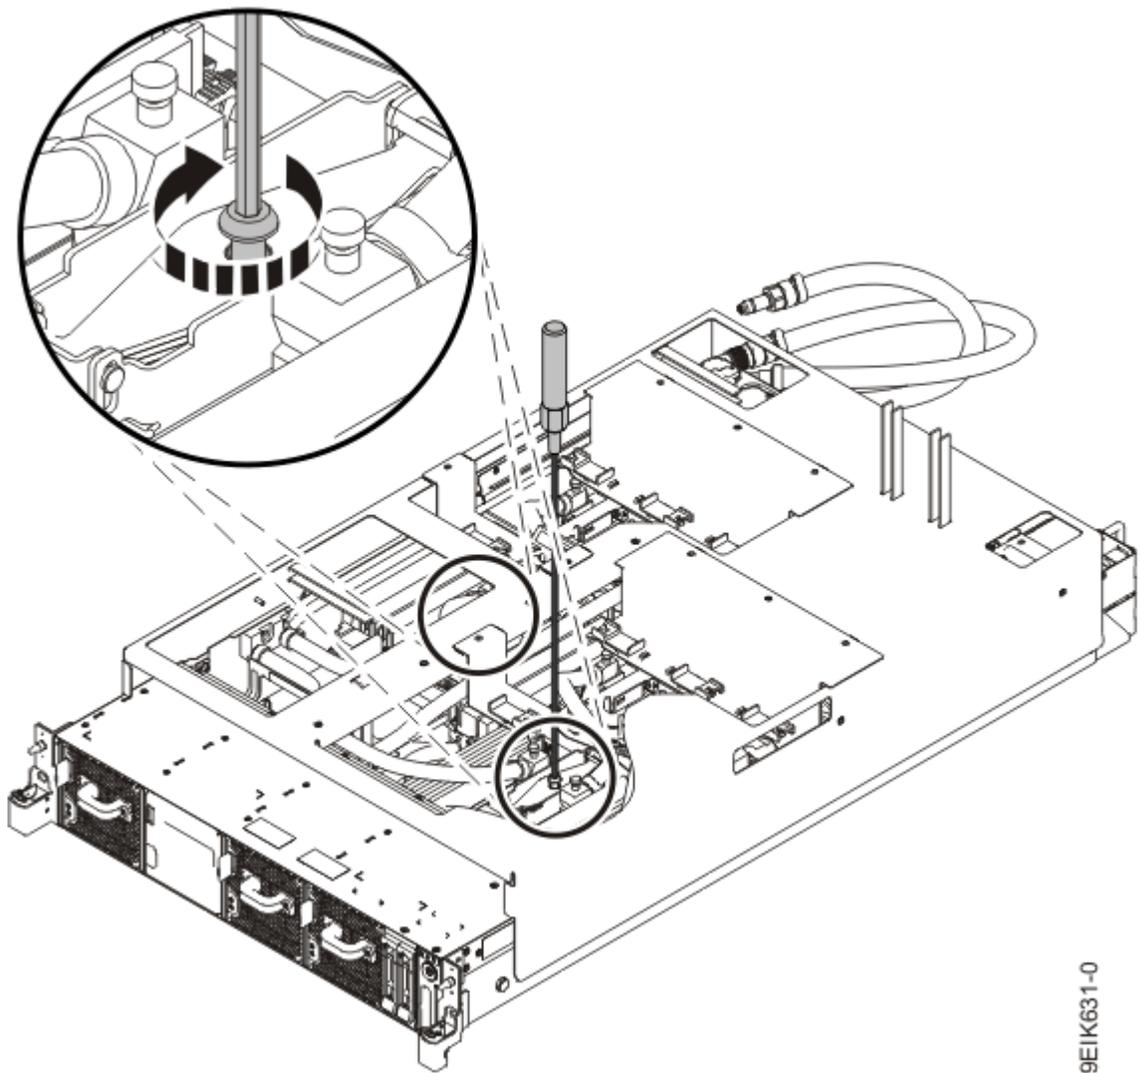

図 49. 冷却プレートの保持ねじを締める
- e) 下向きの圧力を維持したまま、付属の六角棒スパナで冷却プレートの保持ねじを締めて、冷却プレートをプロセッサ・モジュールに固定します (51 ページの図 49 を参照)。